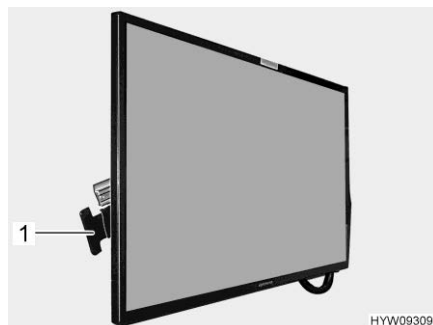

Fig. 87 Schermo piatto
- Premere e tenere premuta la maniglia (Fig. 87,1) in direzione dello schermo piatto. Lo schermo piatto è sbloccato.